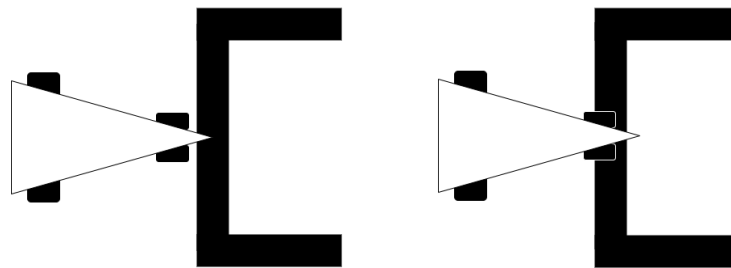

Figura 1: Posição válida (esquerda) e inválida (direita) dos robôs na linha de partida
- a) No arranque, nenhuma parte do robô poderá ultrapassar a linha transversal que assinala o início da pista, exceto o sensor usado para deteção da mudança do semáforo, como se ilustra na Figura 1.